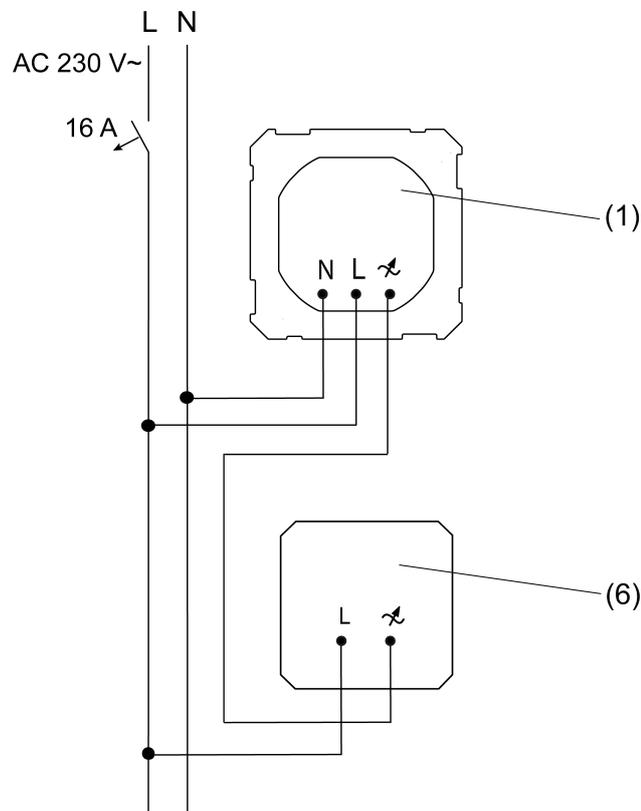
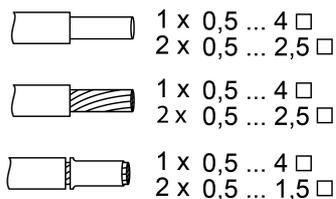

Imagen 2: Para módulos de luz atenuables: esquema de conexiones para regulador de intensidad de luz LED 2 hilos (6)
Imagen 5: Sección transversal enchufable del conductor
- i** Tenga en cuenta la sección de conductor enchufable (Imagen 5).
- Conectar la unidad empotrable Plug & Light (1) para módulos de luz atenuables según los siguientes esquemas de conexión:
- Regulador de intensidad de luz LED con conexión de 2 hilos (6) (Imagen 2)